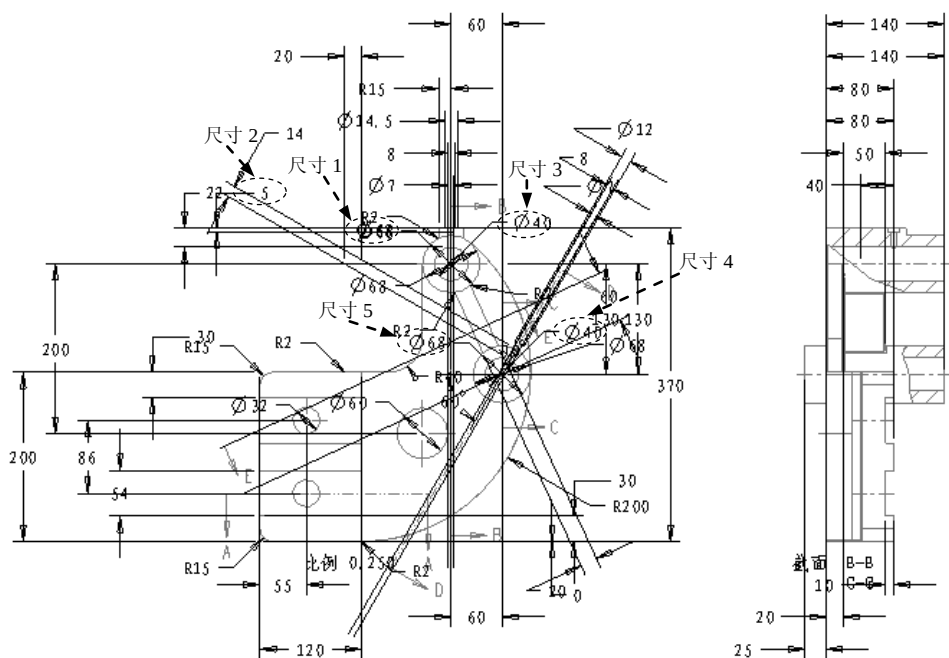

图 8.1.26 显示尺寸
(1) 选择 **注释**  命令。
(2) 在系统弹出的“显示模型注释”对话框中, 进行下列操作。
① 单击对话框顶部的“显示基准”按钮 。
② 在各视图选择要显示的轴, 再单击“显示模型注释”对话框底部的 **应用** 按钮。
③ 单击对话框顶部的“显示尺寸”按钮 。
④ 在绘图区选中主视图与左视图, 单击对话框中的“显示全部”按钮 , 显示全部尺寸。
⑤ 单击对话框底部的 **确定** 按钮 (工程图中自动生成的尺寸很凌乱, 例如, 图 8.1.26 所示的主视图和左视图)。
(1) 在图 8.1.26 所示主视图中选取尺寸 1, 然后右击, 从弹出的快捷菜单中选择 **将项目移动到视图** 命令。
(2) 在系统  的提示下, 选取图 8.1.26 所示的左视图, 此时主视图中的尺寸 1 被移动到左视图中。
(3) 用相同的方法将主视图中的尺寸 2、尺寸 3、尺寸 4、尺寸 5 移动到左视图中。
说明: 图 8.1.26 所示的尺寸 1 的尺寸值为 $\phi 68$, 尺寸 2 的尺寸值为 5, 尺寸 3 的尺寸值为 $\phi 40$, 尺寸 4 的尺寸值为 $\phi 40$, 尺寸 5 的尺寸值为 $\phi 68$; 在选取尺寸时, 请读者注意辨认。